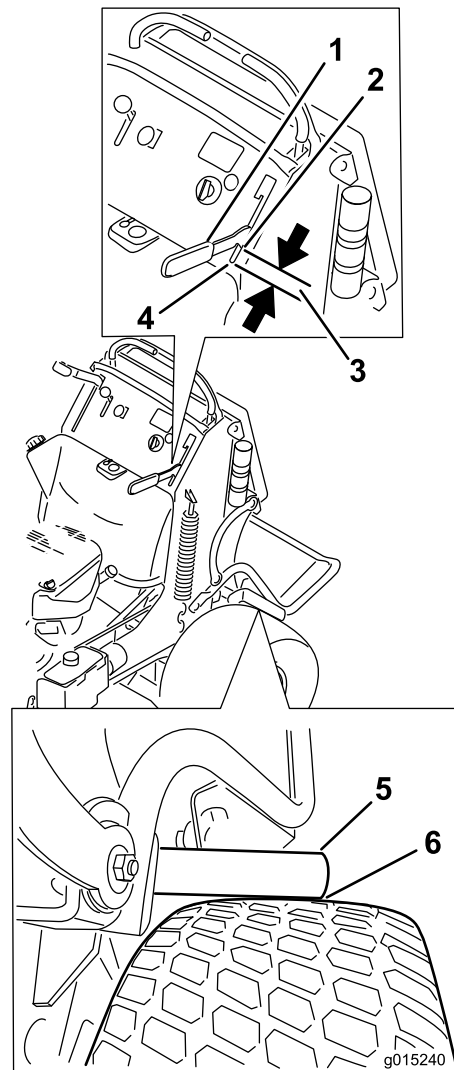

Figura 65
4. Accione la palanca del freno hasta que las barras de freno apenas entren en contacto con el neumático (Figura 65).
5. Mida la distancia que hay entre el borde delantero de la palanca de mano y el final de la ranura del panel de control cuando la barra de freno empieza a tocar el neumático (Figura 65).